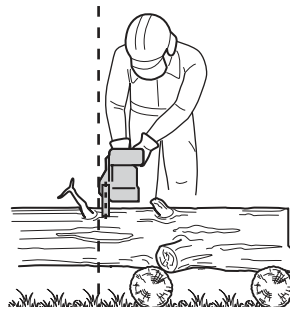

Fig. 30
- > Vous devez impérativement être dans une position sûre lorsque vous utilisez l'appareil. Tenez l'appareil du côté droit du corps (Fig. 30).